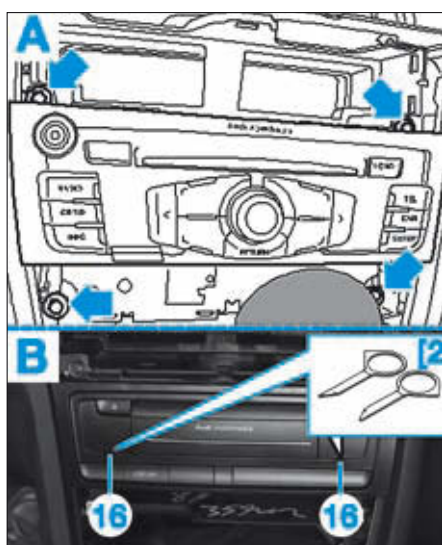

FIG. 23
- [2]. Outil de dépose des systèmes audio (réf Audi : T10057) (Fig.23).
- les 4 vis (flèches) de l'autoradio avec le montage (A) ou à l'aide des outils [2] en (16) avec le montage (B) (Fig.23),